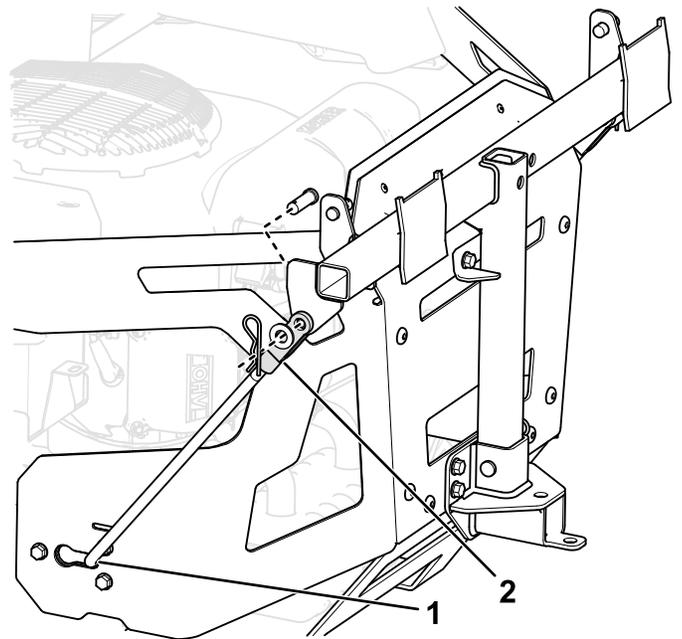

Рисунок 9
- Установите изогнутый, раструбный конец стержня в паз со шпонкой на боковой стороне рамы машины и переместите стержень назад для установки на раме (Рисунок 9).
- Закрепите концы стержней на раме травосборника, как показано на Рисунок 9, а также закрепите конец каждого стержня с помощью шплинтуемого штифта и игольчатого шплинта.